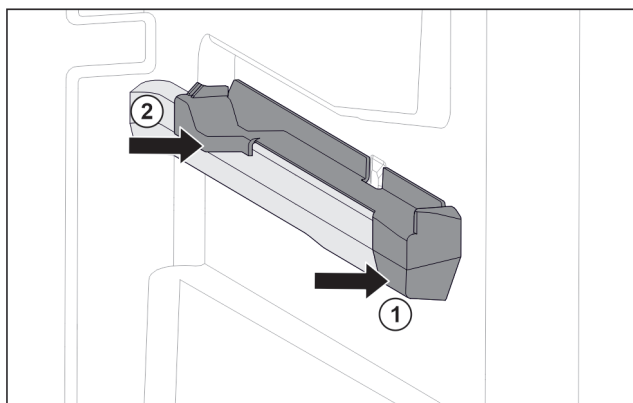

Fig. 87 Aufsteckteil auf der rechten Behälterrippe
- ▶ Aufsteckteil vorne an Behälterrippe ansetzen. Fig. 87 (1)
- ▶ Aufsteckteil hinten andrücken. Fig. 87 (2)